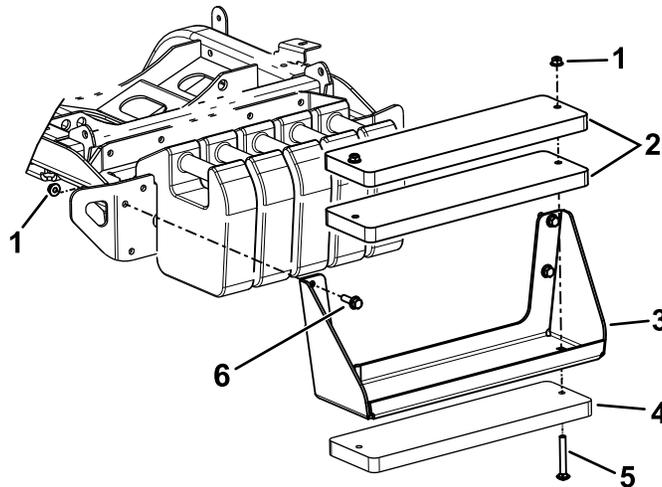

Figure 20
Remarque: Voir la procédure sous Figure 20.
- A. Utilisez les boulons ($\frac{3}{8}$ " x 4") et écrous ($\frac{3}{8}$ " pour fixer les 3 masses sur le support (Figure 20).
- B. Utilisez les boulons à tête hexagonale et les écrous (inclus dans le kit) pour fixer le support de masses sur la machine (Figure 20).
- A. Déposez le support de masses de la machine (Figure 20).
- C. Utilisez les boulons ($\frac{3}{8}$ " x 4") et écrous ($\frac{3}{8}$ " pour fixer les 3 masses sur le support (Figure 20).
- D. Utilisez les fixations retirées précédemment pour fixer le support de masses sur la machine (Figure 20).